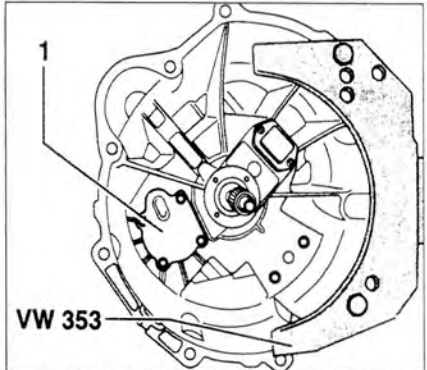

Рис. 5.64. Снимите крышку 1 и регулировочную прокладку, расположенную под ней.
1. Снимите крышку 1 и регулировочную прокладку, расположенную под ней (рис. 5.64).
9. Установите крышку 1 (рис. 5.64).